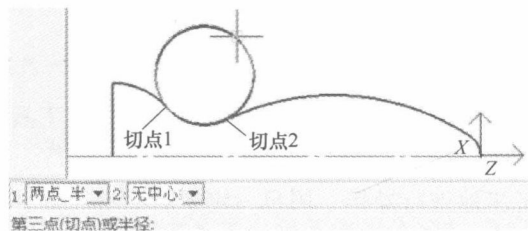

图 1-5 绘制外切圆弧
d. 当系统提示“第三点（切点）或半径”时，输入连接圆弧半径，按回车键，结束绘图，结果如图 1-5 所示。